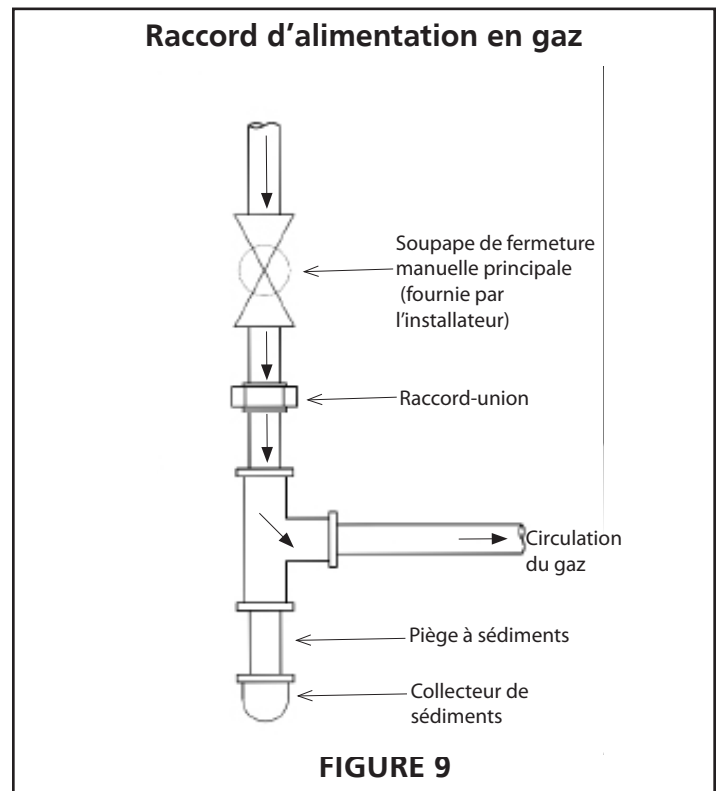

FIGURE 9
- Un piège à sédiments conforme aux exigences typiques de la Figure 9 devra être installé dans la canalisation vers la soupape de gaz.
l'appareil. L'union doit être de type raccord-union. Un collecteur de sédiments devrait être facilement accessible pour être nettoyé et vidangé. Voyez la Figure 9
Avant de tester pour les fuites, fermez la soupape de fermeture manuelle installée sur place sur le conduit d’alimentation et indiquée à la Figure 9, pour isoler la soupape de la pression.